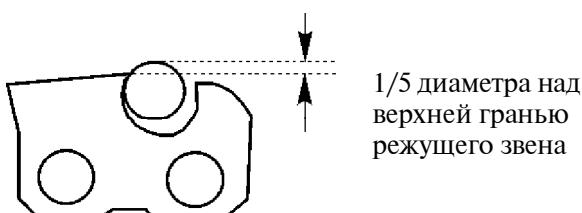
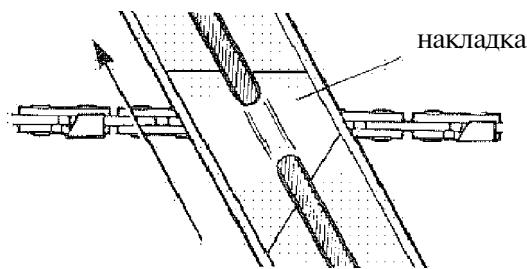

Рисунок 2.14
Рисунок 2.15
2.11.1.1 Для заточки непосредственно на бензопиле необходимо хорошо натянуть пильную цепь нашине. Заточку производить круглым цилиндрическим напильником диаметром 5,5 мм (КЦН-5,5). Следить за тем, чтобы $1/5$ часть (20%) диаметра напильника всегда выступала над верхней гранью режущего звена, см. рисунок 2.14. Самый простой способ удержания напильника в таком положении – это применение специальной направляющей накладки, см. рисунок 2.15, которая позволяет выдерживать режущий угол и угол заточки верхней грани.